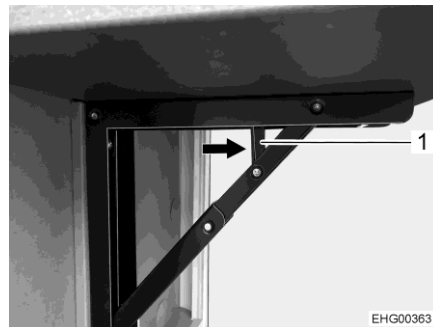

Bild 28 Frigöring
- Tryck frigöringen (Bild 28,1) i pilens riktning.